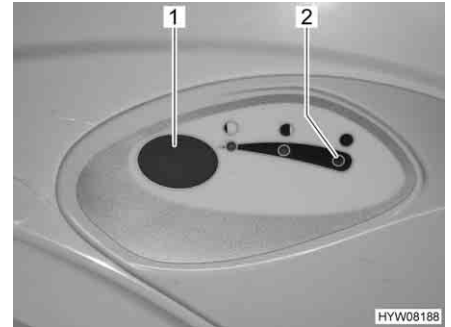

Fig. 223 Pulsante dello sciacquone/spia di controllo toilette Thetford
- Per sciacquare premere il pulsante blu (Fig. 223,1).
La spia di controllo (Fig. 223,2) si accende quando il serbatoio fecale deve essere svuotato.